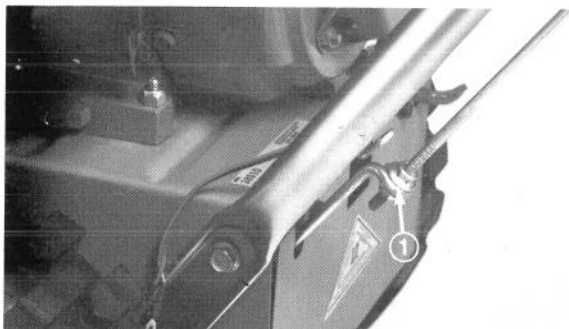

Abb. 5
3. Eine Bundmutter (Bundseite nach oben) auf das Ende des Antriebsgestänges zur Luppe in der unteren Antriebsstange anschrauben (Abb. 5).